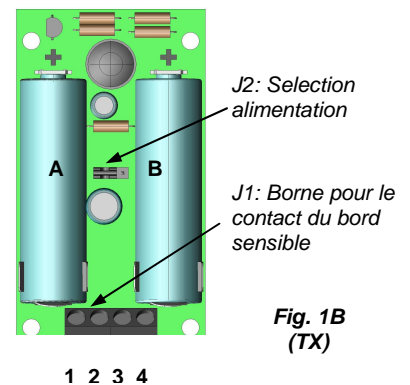

Fig. 1B
- Effectuer les connexions comme indiqué dans les paragraphes précédents, en veillant à sélectionner l'alimentation de l'émetteur au moyen du cavalier (J2, Fig. 1B):
- Relier à la borne (J1, Fig. 1B) le contact de sortie du bord de sécurité. Si cette option n'est pas utilisée, laisser activé le cavalier existant.